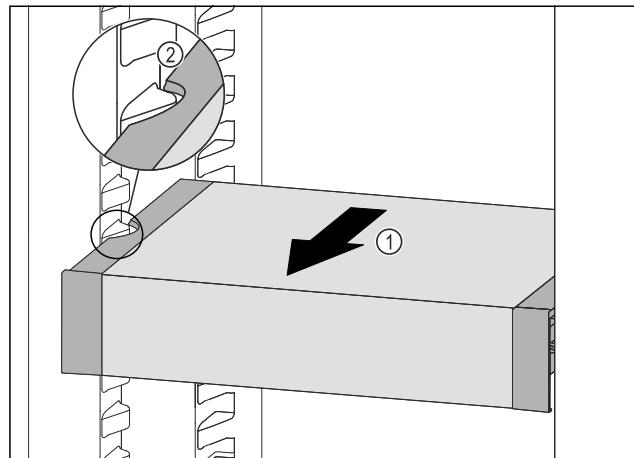

Fig. 108
- VarioSafe tahajte dopredu Fig. 108 (1), kým sa bočné vybrania VarioSafe nebudú nachádzať vo výške rebra nádoby v chladničke. Fig. 108 (2)